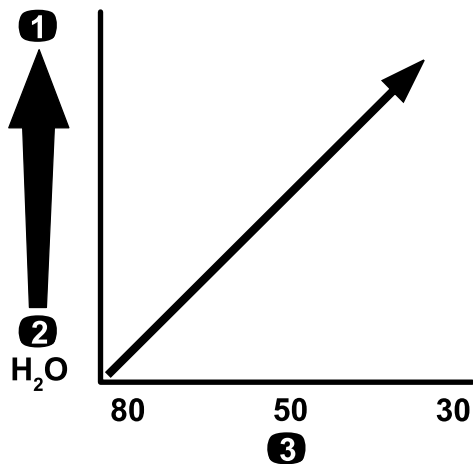

Figura 76
**Important:** Când pulverizai produse chimice cu vâscozitate mai mare (mai vâscoase) sau soluii cu pulberi umectabile, poate fi necesar să utilizai o plasă de sită mai grosieră pentru filtrul de aspiraie opțional; consultați Figura 76.